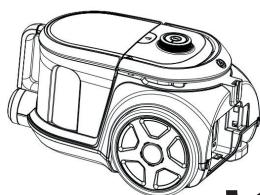

Fig. 14
1. Como en la fig. 14, presione el bloqueo de salida para abrir el tablero de salida.